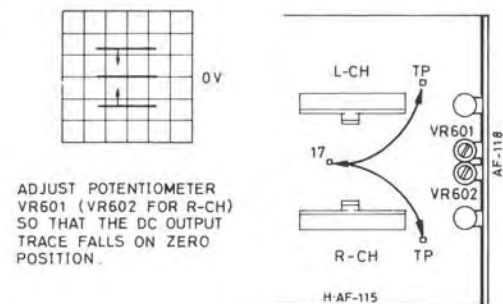

Fig. 2
1. Set vertical gain control of the oscilloscope to 0.01V/cm, and vertical input switch to GND. Bring the trace to central position on the screen; then set the vertical input switch to DC. Before making adjustment, short-circuit from pin 17 to TP pin (for both left and right channels), on H-AF-115 p-c board (Fig. 2).
1. Régler la commande de gain vertical de l'oscilloscope sur 0,01V/cm et la commande d'entrée verticale sur GND. Amener la trace en position centrale sur l'écran; régler alors la commande d'entrée verticale sur CC. Avant de procéder au réglage, court-circuiter la broche 17 et la broche TP (pour les canaux de gauche et de droite) sur la plaquette H-AF-115 (Fig. 2). Brancher l'oscilloscope sur les bornes pour enceintes de l'amplificateur. Amener la commande de volume de l'amplificateur sur la position minimum. Mettre sous tension.